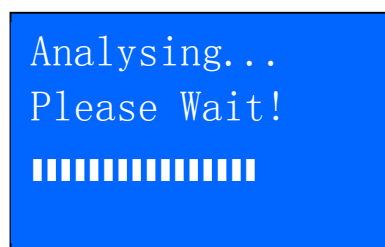

Abbildung 23
7. Sobald der CCA-Wert bestätigt ist, drücken Sie , um den Test zu starten. Siehe Abbildung 23